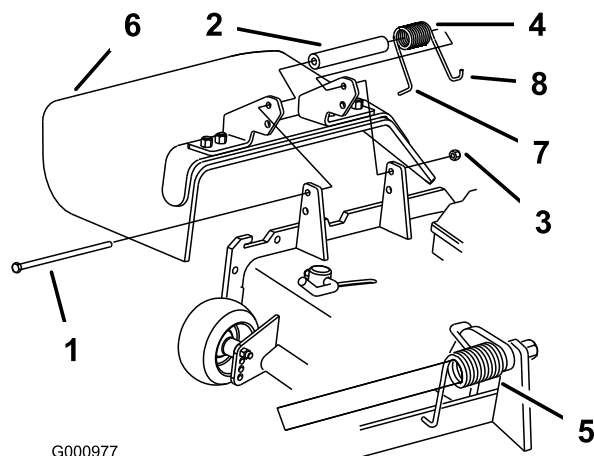

Figura 38
1. Retire la contratuerca, el perno, el muelle y el espaciador que sujetan el deflector a los soportes de pivote (Figura 38). Retire el deflector de hierba dañado o desgastado.
Nota: Asegúrese de colocar el extremo en **L** del muelle detrás del reborde de la carcasa antes de instalar el perno, según se muestra en Figura 38.
3. Instale el perno y la tuerca Coloque el extremo en **J** del muelle alrededor del deflector de hierba (Figura 38).